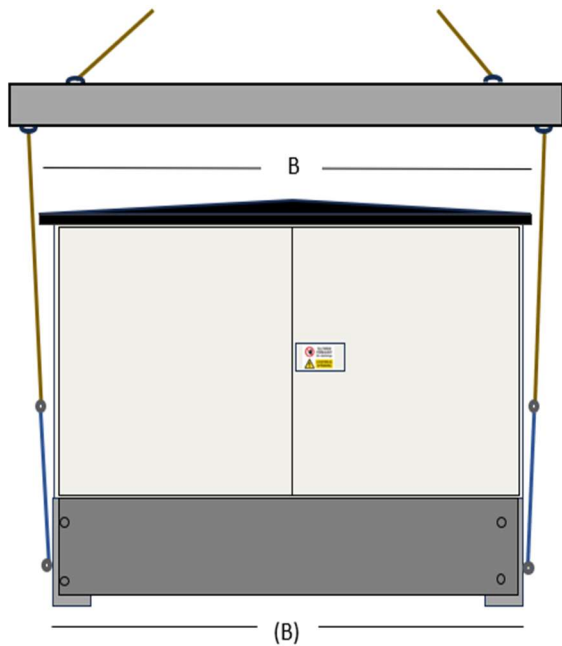

Bild 7
För att lyfta stationen rekommenderas **två (2) lyftok** (Bild 7 och 8) som är så pass långa så att **stropparna inte slår i eller skadar stationen under lyft**. Stationens breddmått finns i Tabell 1.